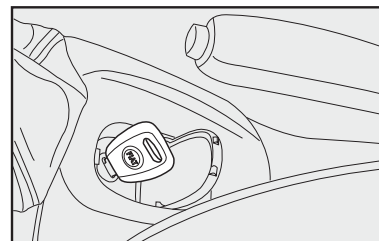

fig. 67
**A** - Airbag lado do passageiro ativado: (posição **ON A-fig. 67**) com luz-espia no quadro de instrumentos apagada.
**B** - Airbag do lado do passageiro desativado: (posição **OFF B-fig. 67**) com luz-espia no quadro de instrumentos acesa.